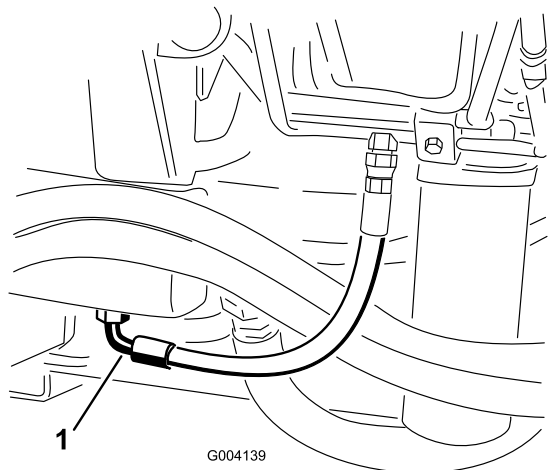

Bild 88
2. Stellen Sie eine große Auffangwanne unter das Anschlussstück, das unten am Behälter der Hydraulikflüssigkeit befestigt ist (Bild 88).